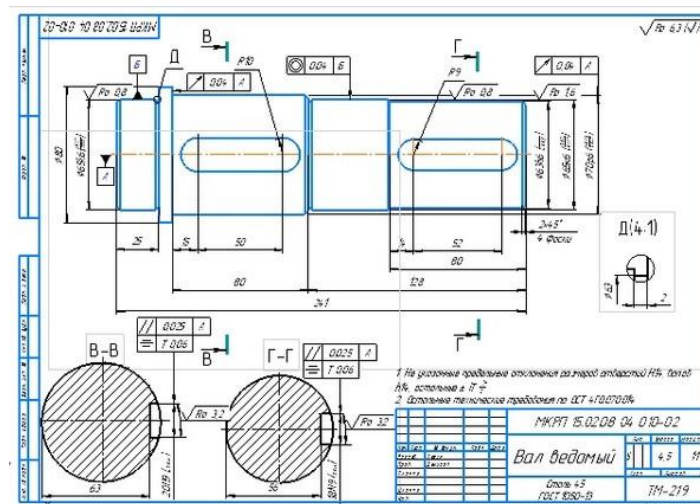

Рис. 1 — Пример построения чертежа детали
- 1) Построение чертежей деталей редуктора в САПР КОМПАС-3D V19 (рис. 1)